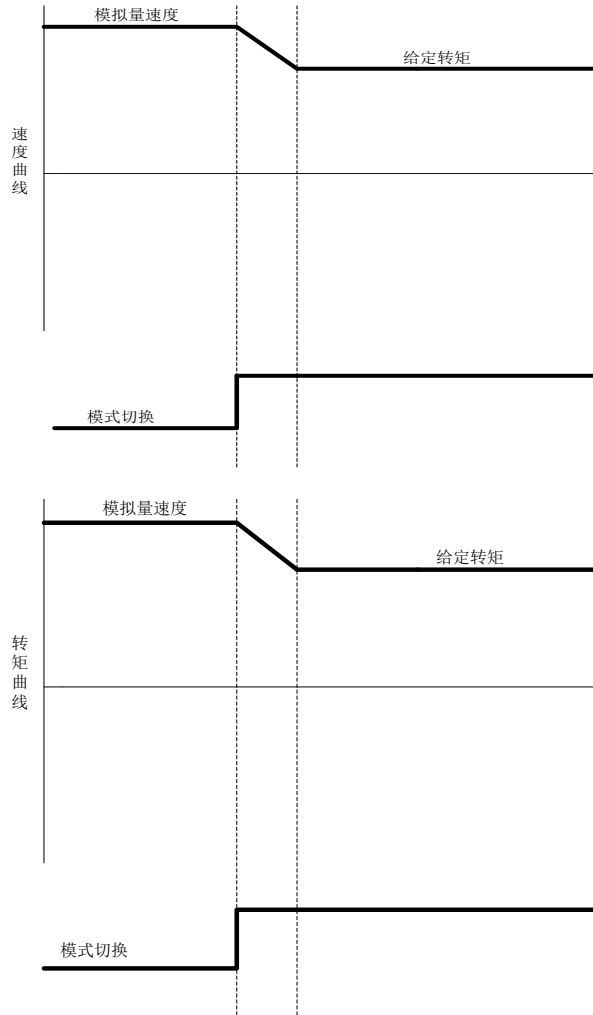

图 6.5.10 速度模式及转矩模式切换时序图
(2) 外部模拟量速度与内部寄存器转矩切换模式、外部模拟量速度与外部模拟量转矩切换模式如图 6.5.10 所示，伺服使能后，当模式切换信号有效时，伺服以转矩模式运行；当模式切换信号无效时，伺服